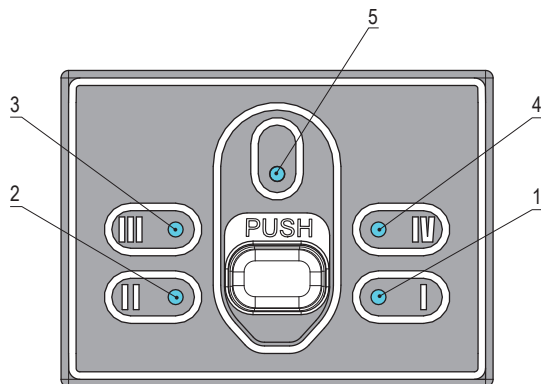

Рис. 15
Световая индикация для каждого из блоков фильтрации индивидуальна (рис. 15): модулям K2 и K5 блока предфильтрации соответствуют индикаторы 1 и 4, блоку обратносмотических мембран – индикаторы 2 и 3.
**Световой индикатор 5** (см. рис. 15) начнет мигать в случае возникновения неисправности, в остальное время он горит непрерывно, что свидетельствует о подключении DWM к сети электропитания.